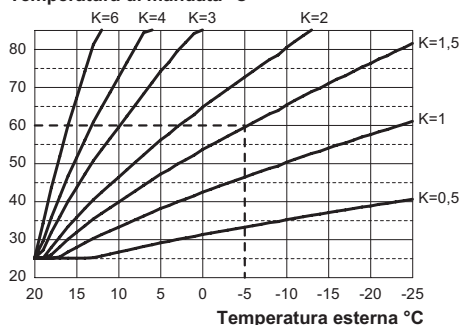

Figura 5.28
Se alla caldaia **È COLLEGATO** il comando remoto (opzionale) riferirsi alla Figura 5.28. In questo caso il settaggio del coefficiente K deve essere fatto da remoto.
Quando si installa la sonda esterna bisogna impostare questo parametro in base al rendimento dell'impianto di riscaldamento per ottimizzare la temperatura di mandata (Figura 5.28). Es. Per avere una temperatura di mandata all'impianto di riscaldamento di 60°C con una esterna di -5°C si deve settare un K di 1,5 (linea tratteggiata in Figura 5.28).
- Utilizzando i tasti 10 o 11 è possibile modificare il valore del parametro 15 da un minimo di **01** ad un massimo di **60** in base alla curva scelta del coefficiente K in Figura 5.28 (il valore letto sul display corrisponde a valori decimali di coefficienti K).